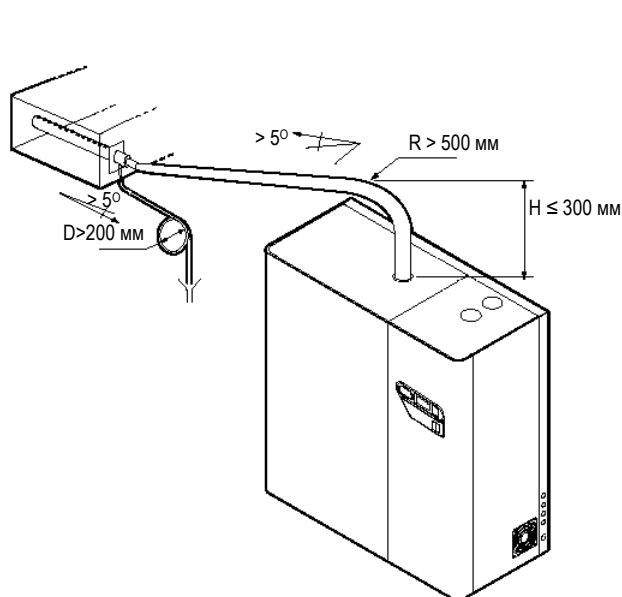

Рис. 4.3.2
1. Подъем вертикально вверх на высоту не менее 300 мм, далее сгиб с радиусом не менее 500 мм и постепенный наклон вниз не менее 5° (см. Рис. 4.3.2);
Конец трубки для отвода конденсата подсоединяется к ближайшей дренажной системе с минимальным наклоном 5° для обеспечения самотека (см. Рис. 4.3.2 и 4.3.3).